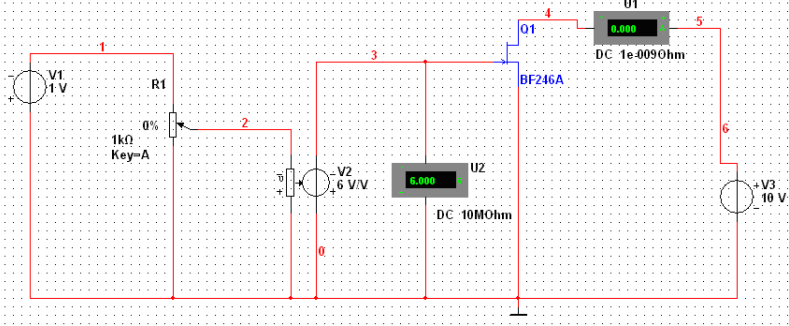

Рис. 25. Схема эксперимента для снятия стоко-затворных характеристик транзистора
1. Выбрать тип транзистора в соответствии с указаниями преподавателя. Собрать схему для снятия стоко-затворных характеристик транзистора, изображённую на рис. 25.